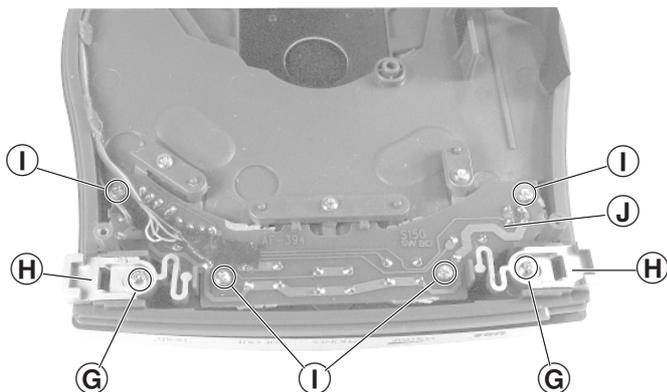

Fig. 6
**4. Tastenplatte ausbauen (Fig. 6)**
**4. Removing the Keyboard Panel (Fig. 6)**